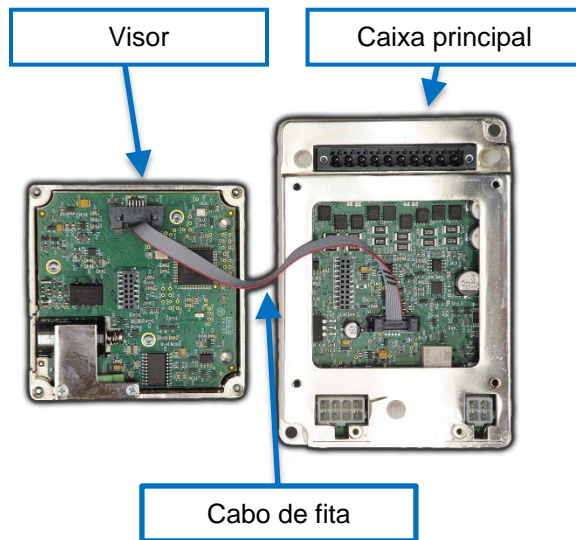

Figura 22.2: Unidade de disparo e visor (separado)
- Remova a tampa preta da fiação puxando a tampa dos três (3) pinos de isolamento.
- One (1) Ribbon cable. Consulte a Figura 22.2.